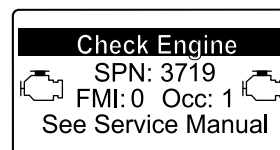

Figura 43
- Si se requiere una regeneración de recuperación, el InfoCenter muestra la advertencia del motor SPN 3719, FMI 16 (Figura 43), y la computadora del motor reduce la potencia del motor al 85 %.